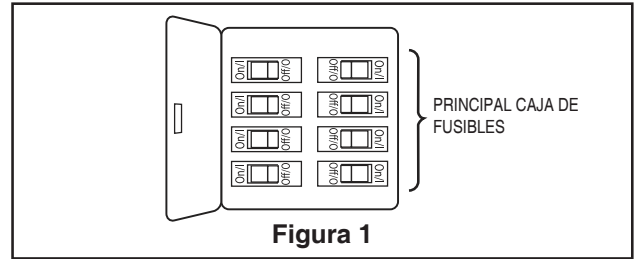

Figura 1
### Caja de perfil bajo (Figura 1)
1. Antes de realizar el ensamblaje, separe y guarde las bolsas de accesorios en el empaque. Afloje el tornillo de fijación de la semiesfera para lograr que ésta pueda desplazarse libremente por el barral. Retire el pasador del barral y luego extraiga la semiesfera. Conserve el pasador y la semiesfera para su reinstalación en el Paso 6 (Figura 1).
Para evitar una posible descarga eléctrica, asegúrese de cortar la alimentación eléctrica de la caja de fusibles principal antes de colgar el ventilador. (Figura 1)
1. Coloque la carcasa decorada sobre la parte inferior de la placa de las palas usando los tornillos #6-32. (Figura 1)
El uso de un regulador de la intensidad completa (no incluido) para controlar la velocidad del ventilador dañará el dispositivo. Para reducir el riesgo de incendio o descarga eléctrica, no utilice dicho regulador para controlar la velocidad del ventilador. (Figura 1)